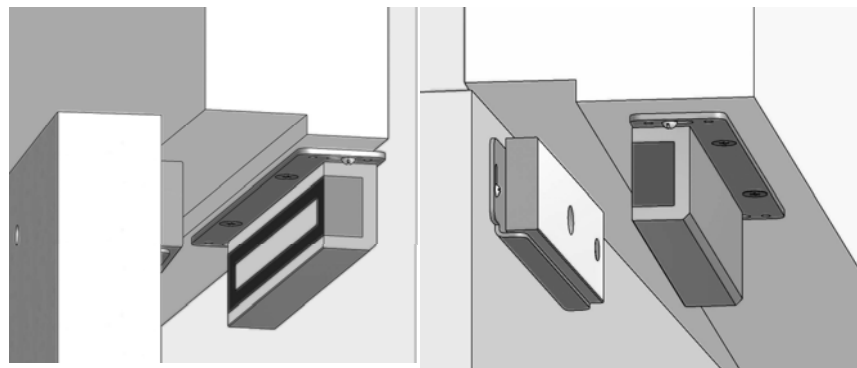

Рис.4 Варианты крепления корпуса замка.
5.2 Корпусная часть замка размещается в верхней части дверной коробки (рисунок 3) в двух вариантах в зависимости от ширины дверной коробки (рисунок 4). В зависимости от варианта крепления переходная пластина ориентируется на корпусе замка и крепится с помощью винтов M5. Предварительное крепление к дверной коробке выполняется саморезами 4,2x19 через регулировочные пазы в пластине.